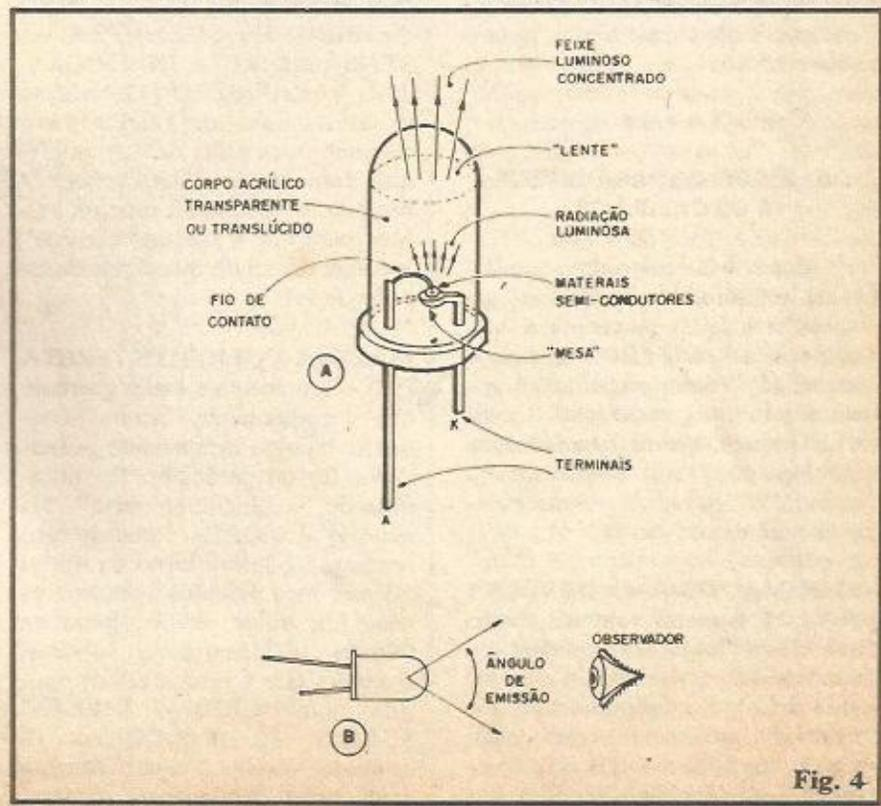

Fig. 4
- FIG. 4-A - "Radiografia" de um LED comum, com suas "entranhas" vistas de modo que o Leitor/Aluno entenda bem a construção industrial do componente. O encapsulamento é quase sempre feito de acrílico transparente ou translúcido, permitindo a "passagem" da radiação luminosa gerada na junção, para o "mundo ex-
- **FIG. 4-B** - Um aspecto prático importante: devido ao efeito lenticular e concentrador gerado pelo formato do topo do encapsulamento, embora o rendimento ótico fique otimizado, o ângulo de emissão de luz (pelo menos num LED **redondo** - que é o nome popularmente dado ao modelo mostrado na figura, e que, ocasionalmente, é o mais comum...) é relativamente estreito. Isso faz com que um observador "lateral" não possa notar a plenitude da luminosidade emitida. Para "ver toda a luz", é necessário postar-se na posição indicada na figura, para o observador...